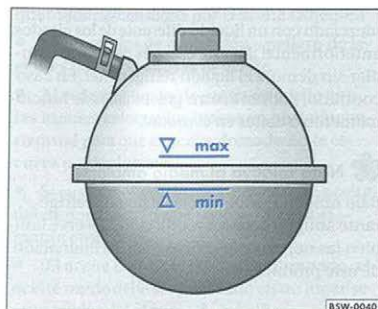

Fig. 115 Depósito de expansión del líquido refrigerante
- Si el nivel del líquido en el depósito se encuentra abajo de la marca $\Rightarrow$ fig. 115 "MIN", agregue líquido refrigerante.
- Tenga cuidado de llenar el depósito como máximo hasta la marca $\Rightarrow$ fig. 115 "MÁX".
No sobrepase la marca $\Rightarrow$ página 168, fig. 115 "MÁX" en el reabastecimiento. En caso contrario, el líquido refrigerante excedente es expulsado del sistema de refrigeración con el motor caliente.